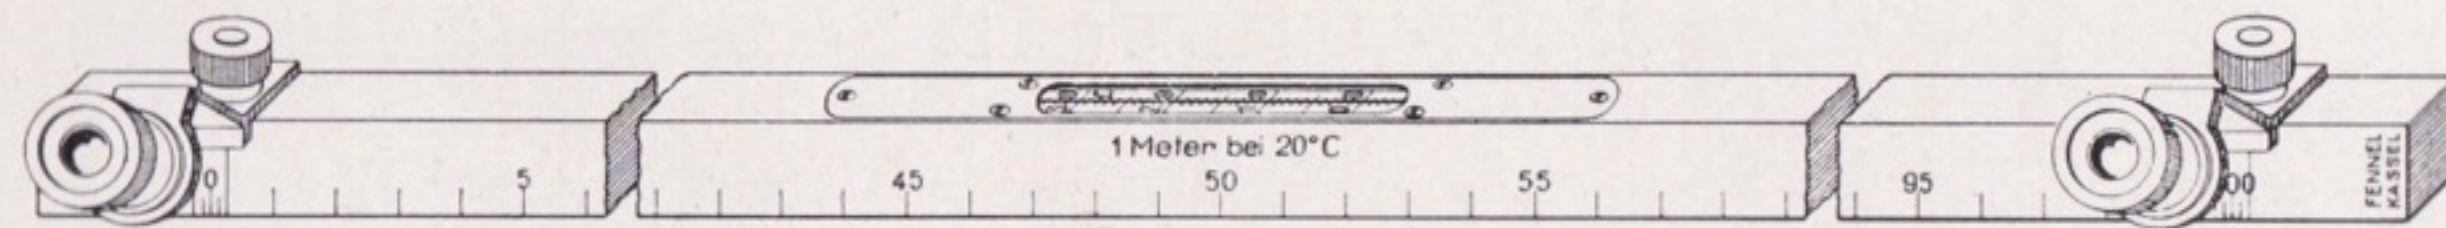

Bild 5 Prüfmeter mit rechteckigem Querschnitt und festen Lupen
**Prüfmeter.** Die für die Untersuchung der Lattenteilung erforderlichen Prüfmeter mit rechteckigem (Bild 5) oder trapezförmigem Querschnitt, mit feststehenden Lupen an der 0-Meter- und 1-Meter-Marke und mit eingebautem Thermometer können mit der durch die Physikalisch-Technische Bundes-Anstalt festgestellten Gleichung geliefert werden.